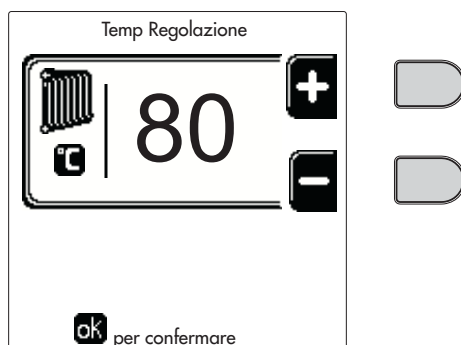

fig. 12
- **ON**. In caso di richiesta Riscaldamento/Sanitario, la caldaia lavora alla Temperatura di Regolazione Riscaldamento/Sanitario (fig. 12/fig. 14) impostata.
- **🔌**. In caso di richiesta Riscaldamento/Sanitario, la caldaia lavora alla Temperatura di Regolazione Ridotta. La temperatura Ridotta si ottiene sottraendo il valore della Temperatura Regolazione Riduzione (fig. 13/fig. 15) alla Temperatura di Regolazione Riscaldamento/Sanitario (fig. 12/fig. 14) impostata.